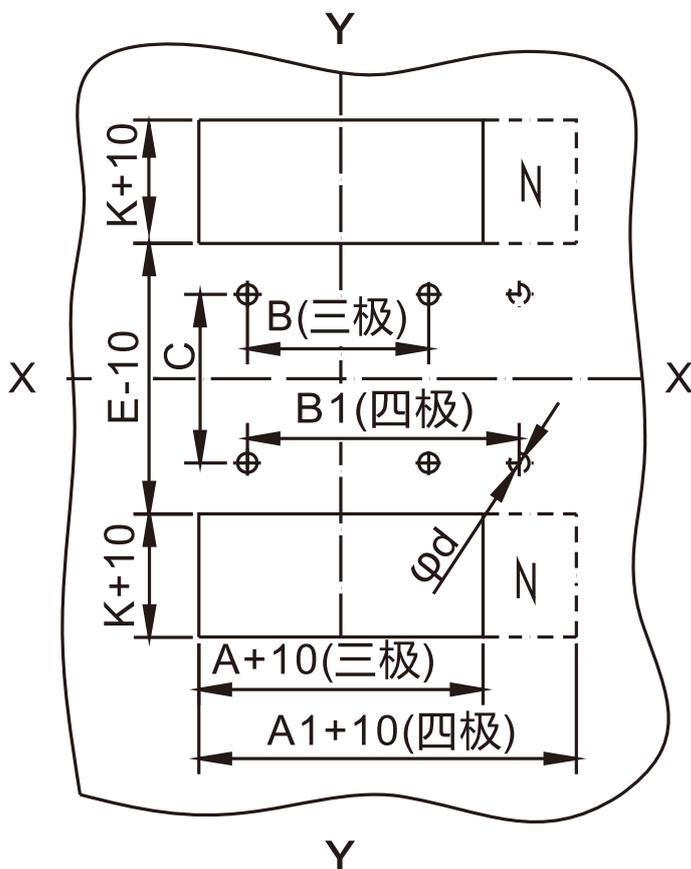

图12 RDM5系列插入式板后接线安装板开孔尺寸(单位:mm)
6.7 插入式板后接线安装板开孔尺寸见图12和表15(X-X、Y-Y 为断路器中心)。